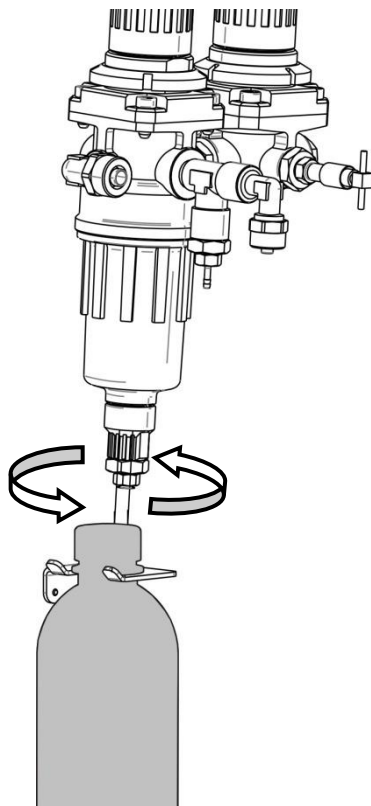

Рисунок 8.5.1.
- клапан фільтру повернути (Рисунок 8.5.1).